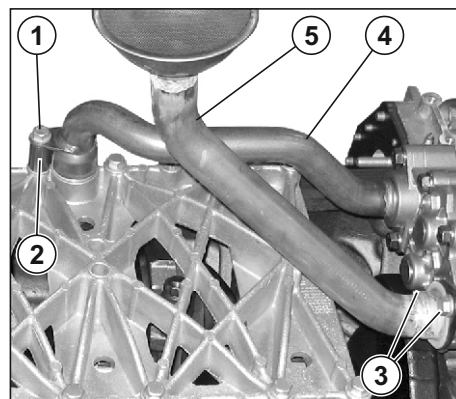
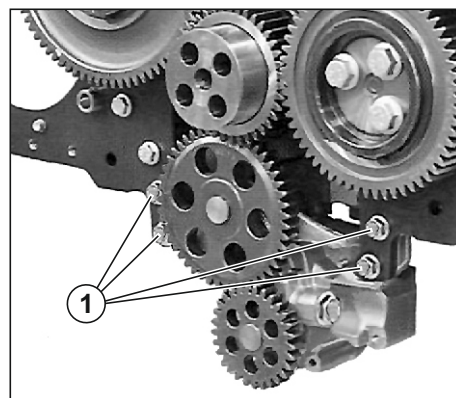

Рис. 29. Снятие патрубков насоса масляного.
Рис. 30. Снятие насоса масляного.
1. Отвернуть болт (1) (310117) патрубка маслоподводящего (см. Рис. 29) и снять втулку (2) (650.1011378).
2. Снять патрубок маслоподводящий (4) (650.1011350 - в сборе) от насоса масляного к блоку цилиндров.
4. Отвернуть болты (3) (310114) крепления патрубка маслозаборного.
5. Снять патрубок маслозаборный (5) (650.1011398).
7. Отвернуть болты (1) (310038) крепления насоса масляного (см. Рис. 30).